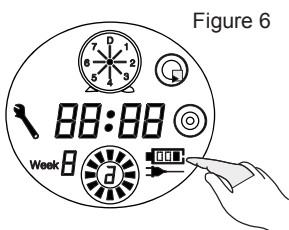

Figure 6
6. Si la batterie est épuisée, l'icône de chargement clignote. Quand en charge, il cesse de clignoter c'est que la batterie est rechargée (voir figure 6 et 7)